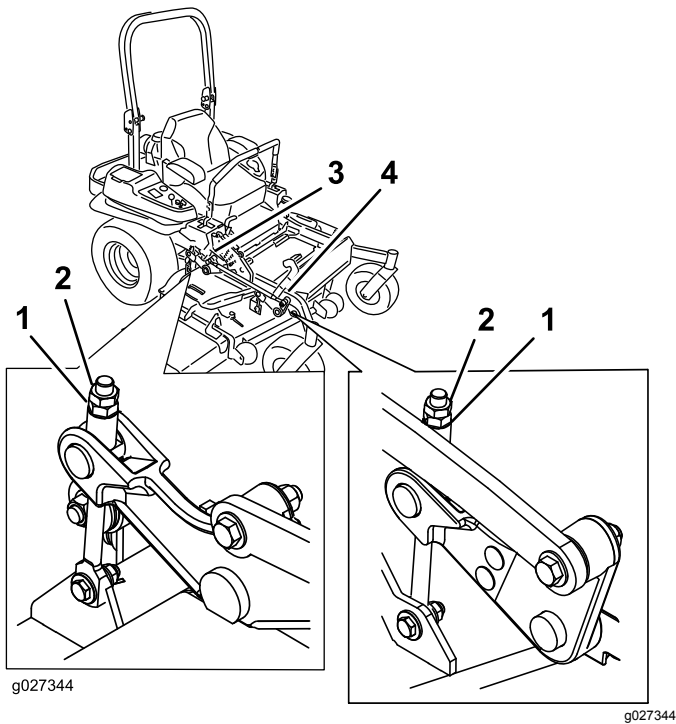

Bild 108
10. Drehen Sie die Einstellmutter am Frontmähwerkhub, um eine genaue Einstellung zu erreichen (Bild 108).
16. Drehen Sie den Einstellschraube, um eine Höhe von 8,3 cm zu erhalten (Bild 108).